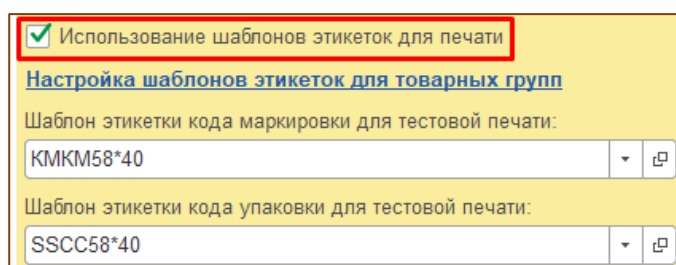

Рис. 5.9 – Использование шаблонов этикеток для печати
- В разделе «Цифровая маркировка»/ «Общие настройки»/ «Мобильное приложение «Mobile Mark» активировать опцию «Использование шаблонов этикеток для печати» (Рис. 5.9).